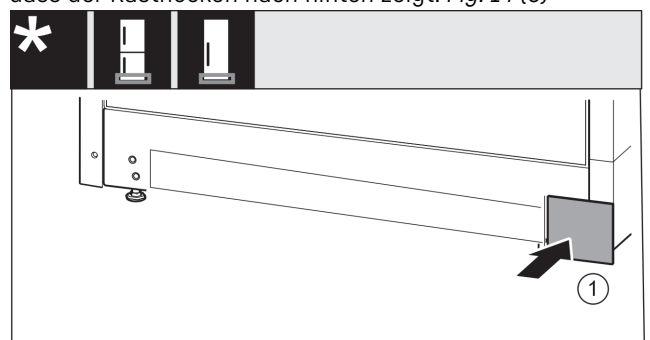

Fig. 15
- ▶ Abdeckung auf der anderen Seite wieder aufsetzen. Fig. 15 (1)